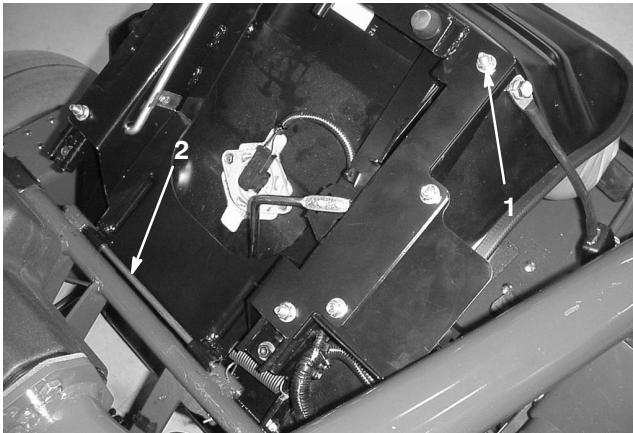

Figure 4
1. Retirez le contre-écrou (Fig. 4) et la patte du siège (utilisée pour l'expédition) fixés à la vis de réglage arrière droite du siège. Mettez-les au rebut. La patte n'est pas illustrée.
2. Retirez la goupille fendue et la tige de pivot de fixation du siège (position d'expédition). Déposez le siège (Fig. 4). Jetez la goupille fendue.